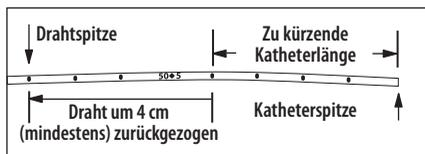

Abbildung 2
8. Den Versteifungsmandrin durch das Septum zurückziehen, bis er mindestens 4 cm hinter der vorgesehenen Schnittstelle des Katheters liegt (siehe Abbildung 2).